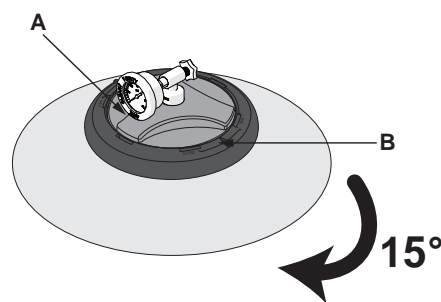

Figure 10. Serrer le couvercle (A) puis le volant de manœuvre (B)
2. Insérez le couvercle dans le filtre jusqu'à ce qu'il chute à la maison. Tournez le couvercle de 15° dans le sens des aiguilles d'une montre (A), puis tourner le volant de réglage (B) jusqu'en butée dans le sens des aiguilles d'une montre. Fig. 10